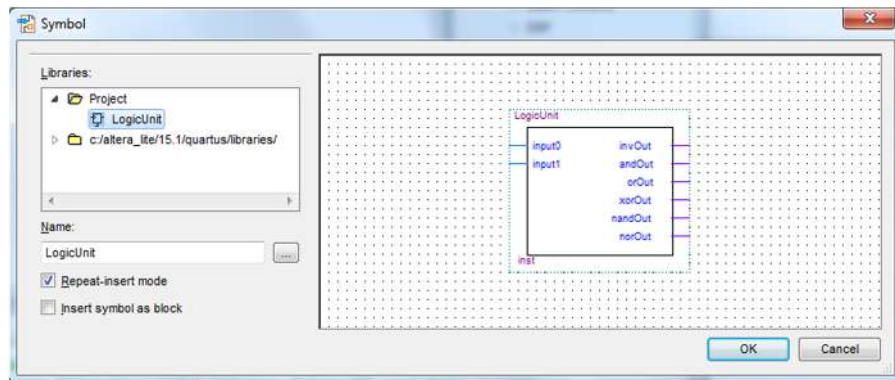

Figura 55 – Instanciação num diagrama esquemático do módulo “LogicUnit”.
7. Uma vez criado o símbolo, um módulo definido pelo utilizador pode ser usado num diagrama esquemático da mesma forma que qualquer bloco predefinido, usando o botão “Symbol Tool” da barra de ferramentas. Crie uma instância do módulo “LogicUnit” (Figura 55).